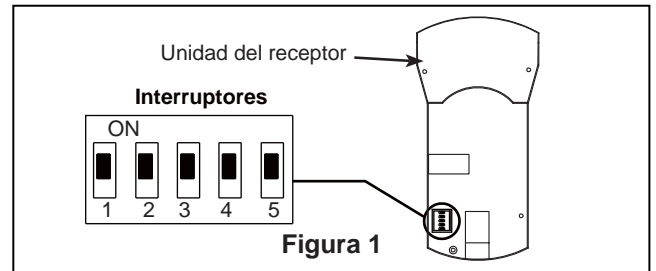

Figura 1
1. Para configurar el código de unidad del receptor. Deslice los interruptores de código a las mismas posiciones que en el transmisor. (Figura 1)
1. Extraiga una de los tornillos de hombro en el soporte del gancho. Afloje el segundo tornillo de hombro sin extraiga completamente. Instale la cubierta rotando la ranura clave en la cubierta sobre el tornillo de hombro del soporte del gancho. Fije el tornillo de hombro. Instale adecuadamente y fije el segundo tornillo de hombro que fue anteriormente guardado. (Figura 1)